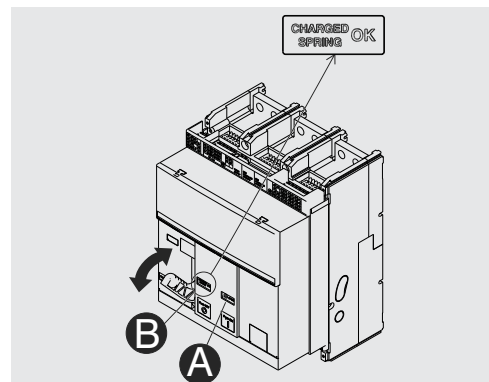

Рис. 16
2. Взвод пружин – выполнить качательные движения рычагом несколько раз до тех пор пока индикатор состояния пружин не изменит вид на «желтый - CHARGED SPRING»), как показано на Рис. 16.